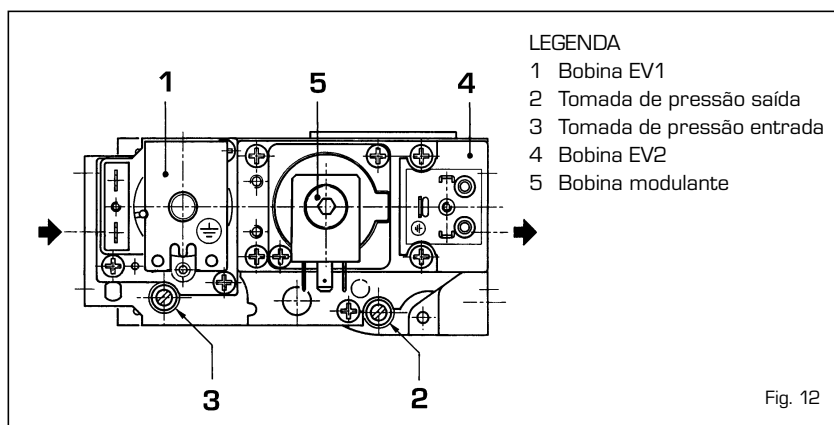

Fig. 12
As caldeiras “26/80 CE IONO” são fabricadas com válvula de gás HONEYWELL VR4605CA, montadas com uma bobina (fig. 12).
Para efectuar a regulação da pressão sanitária proceder do seguinte modo (fig. 12/a):
Para efectuar a regulação da pressão de aquecimento proceder do seguinte modo (fig. 12/a):
- Nas caldeiras “26/80 CE IONO” aliviar a contraporca da bobina modulante [1 fig. 12/a) e apertar ao fundo a porca móvel [3 fig. 12/a). Apertar a contraporca [1 fig. 12/a) e regular a pressão à entrada da válvula a 30/37 mbar, segundo o tipo de gás, actuando no redutor de pressão colocado no exterior da caldeira. Deste modo fica regulada a potência do circuito sanitário. Para regular a potência do aquecimento às efectivas exigências da instalação agir como indicado no ponto 4.3.2.